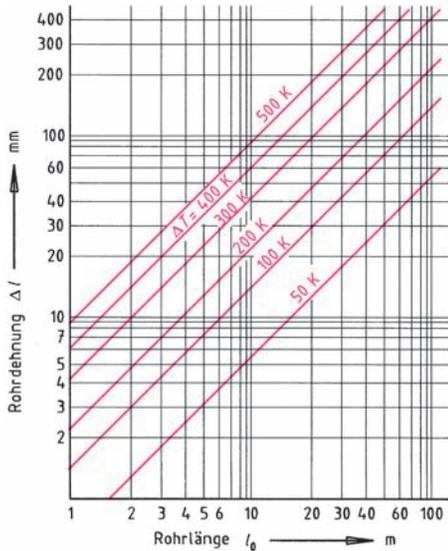

Bild 2 Längenänderung von Rohrleitungen
Im Rohrleitungsbau benutzt man logarithmische Schaubilder, aus denen sich die Längenänderung direkt ablesen lässt. Bild 2 gilt für Stahlrohre und eine Verlegetemperatur von 20 °C.
- Rohrleitung.** Lesen Sie die in Aufgabe 4 S. 68 gesuchte Längenänderung mithilfe von Bild 2 ab (Interpolieren!)